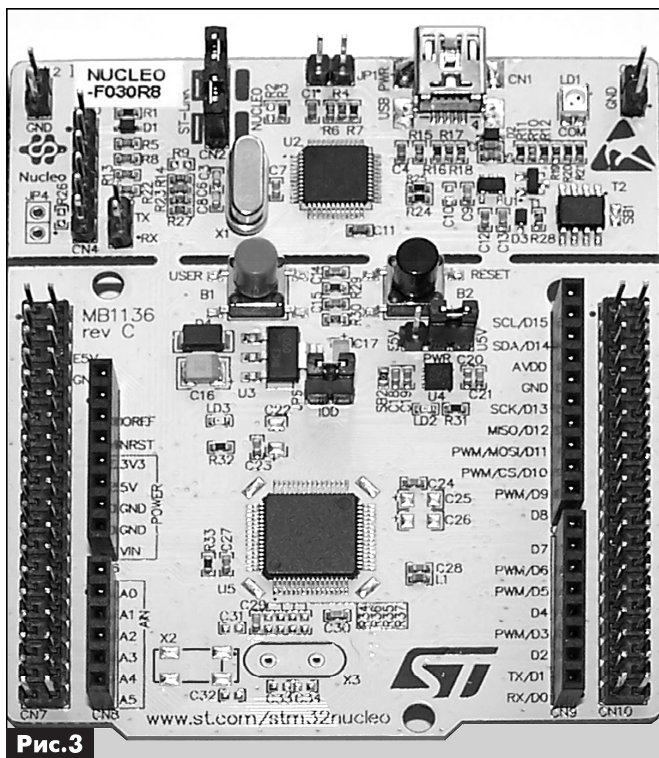

Рис.3
- Nucleo – начального уровня, совместимые с Arduino (табл. 3, рис. 3);